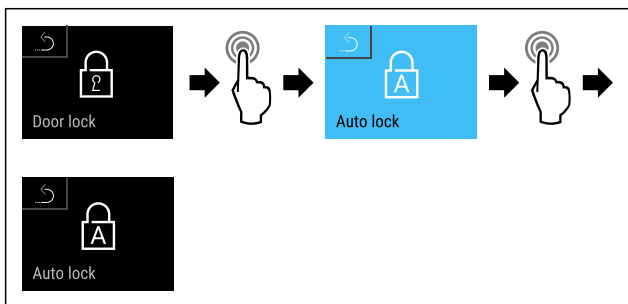

Fig. 81
- ▶ Seguir los pasos de procedimiento (consulte Fig. 81) .